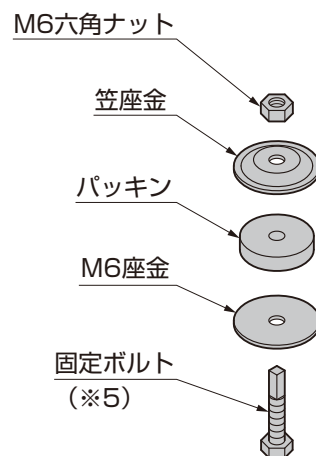

図16-10
- ⑥ 横樋梁用と折板屋根材の中間部の下から、中間用折板固定部品の固定ボルト（※5）を差込んでください。（図16-8、図16-10参照）